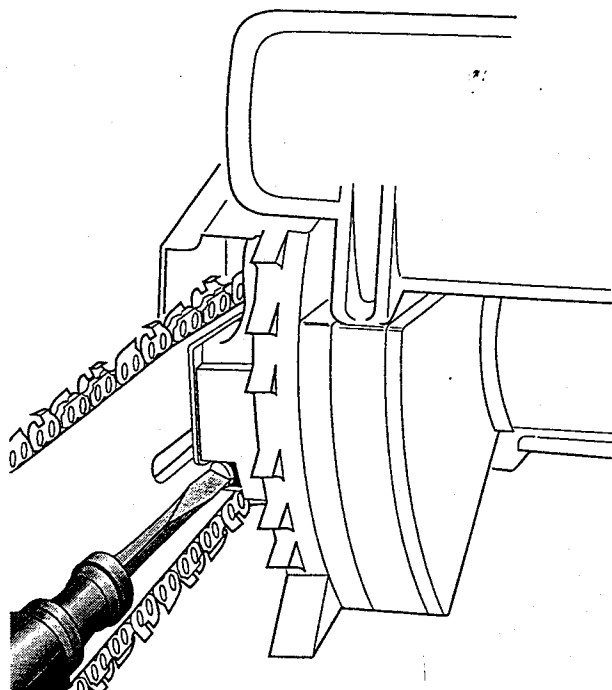

Рис. 5. Поворот регулировочного болта
2. Поворачивайте регулировочный болт по часовой стрелке до полного устранения провисания цепи (рис. 5).